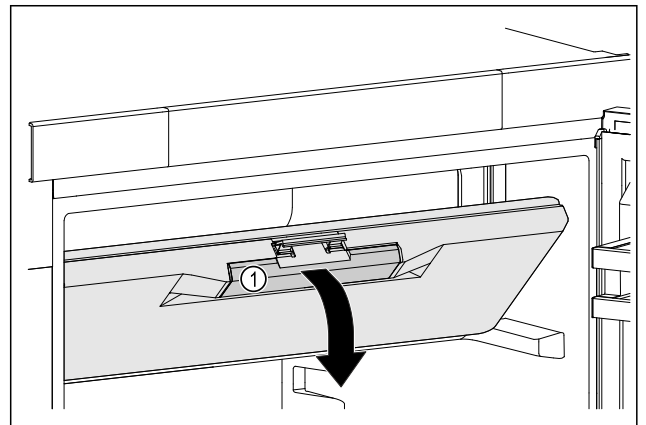

Fig. 23
- ▶ Afferrare lo sportello del vano congelatore dalla maniglia incassata Fig. 23 (1).